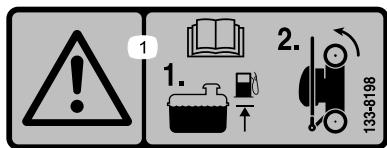

図 21
1. 機体を立てて格納する時には、タンク内の燃料の量が、このオペレーターズマニュアルに記載されている高さ未満とすることエンジンに貼り付けてあるエンジンメーカーのステッカーを参照図 21。